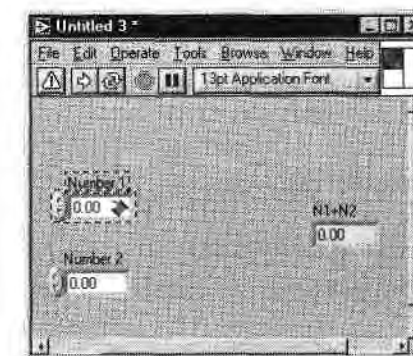

Рис. 5.17
2. Щелкните мышью по элементу управления или индикатору который должен быть назначен выбранному терминалу. Этот элемент окаймляется движущейся пунктирной линией (рис. 5.17).